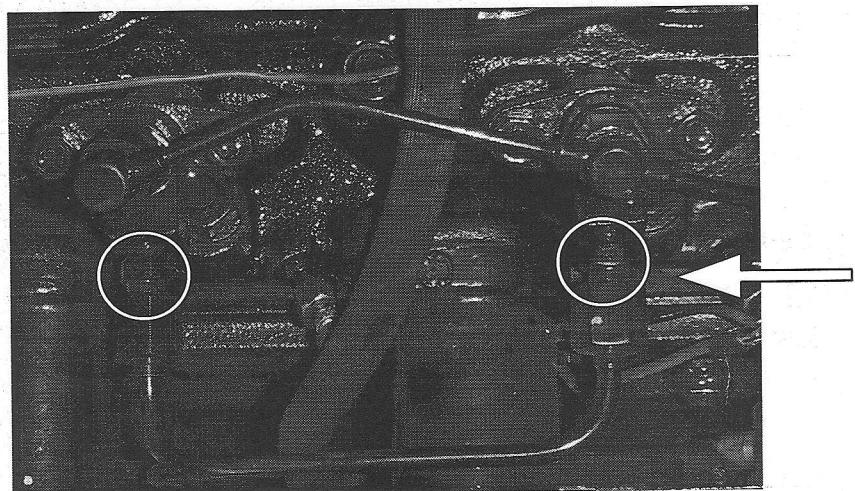

Рис.10. Форсунки
- е) Открутите одну из двух гаек, соединяющих топливные трубы и форсунки (рис.10). Выпустите воздух, используя ручной насос. Топливо из трубы должно струиться без пузырей. Закрутите гайку.